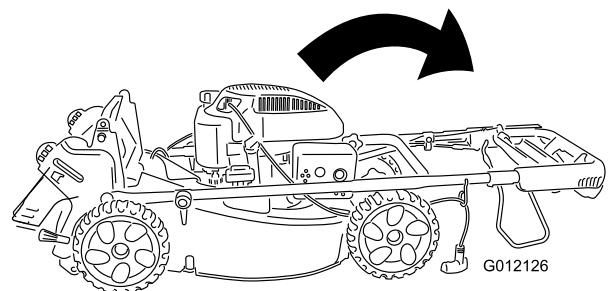

Figura 4
2. Mueva con cuidado la sección superior del manillar hacia adelante hasta que las dos mitades del mismo estén alineadas y encajen según se muestra en Figura 4.